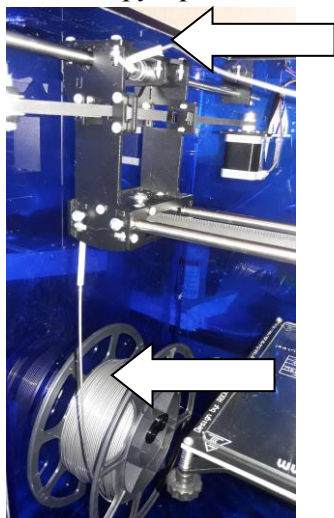
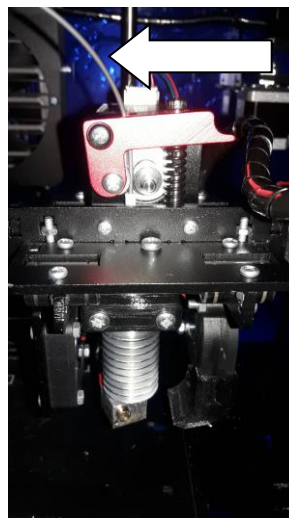

Рисунок 2.8 – Катушка с пластиком
Рисунок 2.9 - Пластиковая нить в механизме подачи
3. Проверить наличие катушки пластика внутри корпуса принтера, протянута ли пластиковая нить в трубку на боковой каретке принтера (рисунок 2.8) и втянута ли пластиковая нить внутрь механизма подачи пластика (рисунок 2.9, также см. пункт 2.3.2 Втягивание пластиковой нити в экструдер):